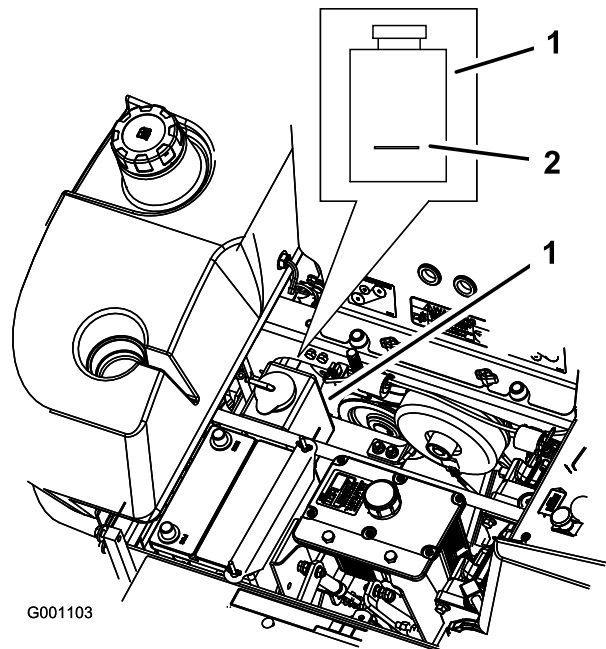

Figura 57
3. A motore freddo, controllate il livello della bottiglia di troppopieno. Il fluido deve raggiungere la sporgenza all'esterno della bottiglia di troppopieno (Figura 57).
4. Se il livello del refrigerante è basso, rabboccate la bottiglia di troppopieno con una miscela 50/50 di antigelo a lunga durata e % acqua (Figura 57).
5. Versate la miscela refrigerante 50/50 nella bottiglia di troppopieno e riempite fino alla linea tracciata sulla bottiglia (Figura 57).